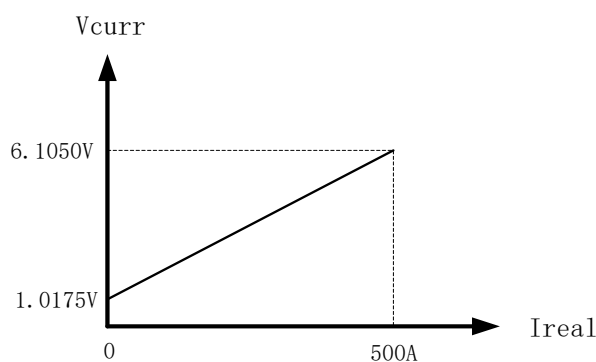

图 4-18 信号等效电路
1. 焊机实际显示电流值与焊机电流模拟量输出值之间的对应关系，如图 4-18 所示。